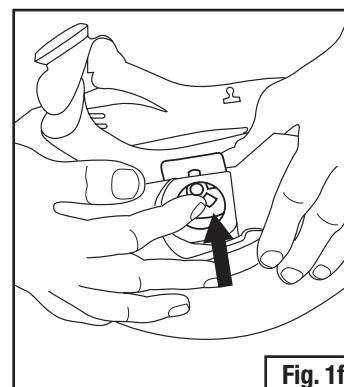

Fig. 1f
- Se substituir o botão de solda e o kit de parafusos, empurre a placa traseira para fora do invólucro ligeiramente (em direção a fora do capacete) e deslize para fora do casco do capacete para remover. Use, se necessário, uma ferramenta (por exemplo, chave de fenda de lâmina plana manual) (Fig. 1f).